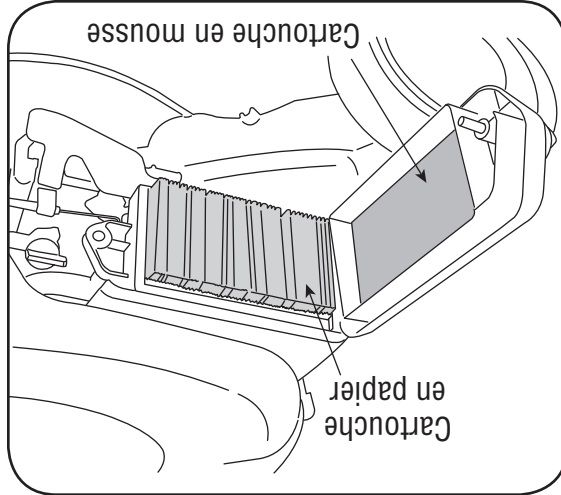

Figure 10-2: Entretien du filtre à air.
1. Enlevez le boulon à oreilles et le couvercle du filtre à air. Sortez les cartouches et séparez-les. Voir la Figure 10-2. Remplacez la cartouche en papier quand elle est sale ou endommagée. Remplacez la cartouche en mousse quand elle est endommagée.